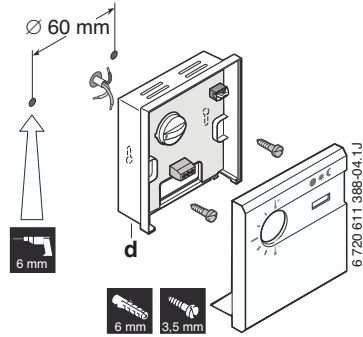

Рис. 4.
- ▶ Основание шурупами закрепить прямо на стене (монтаж основания: рис. 4).